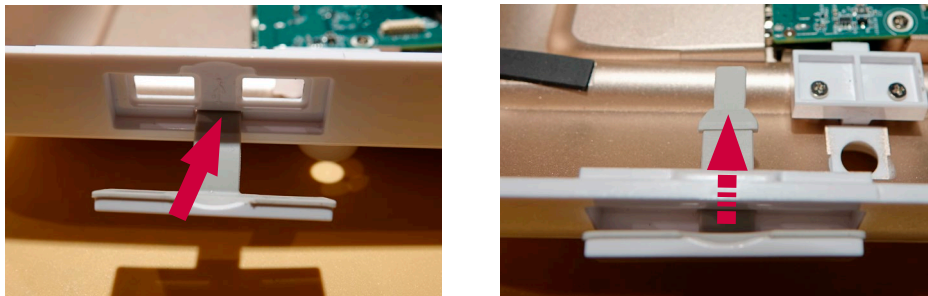

Figura 26 Installare un nuovo coperchio USB
- b) **Inserire il nuovo coperchio USB dall'esterno dell'alloggiamento. Spingere delicatamente il giunto flessibile in posizione con un cacciavite piatto, facendo attenzione a non danneggiare la gomma (Figura 26)**